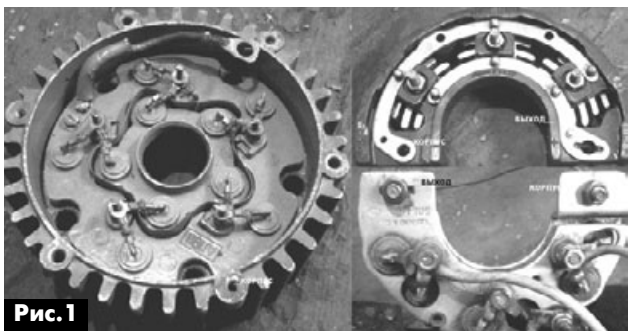

Рис. 1
- подключить другой провод к выходу выпрямителя, а первым подключаться к шпилькам (рис. 1).